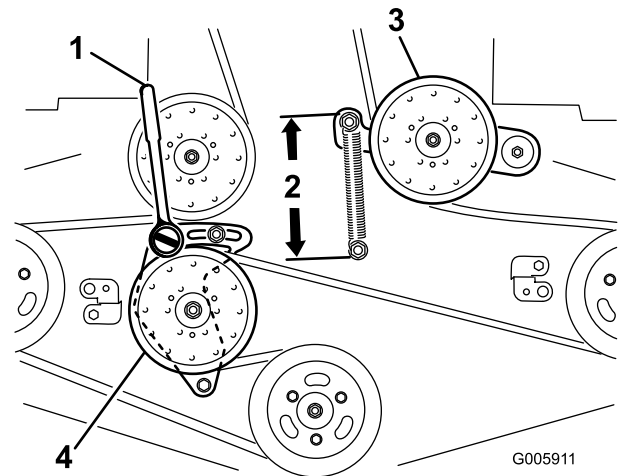

Bild 60
6. Lösen Sie den starren Spannarm und stellen Sie ihn ein, um die Riemenspannung zu lösen (Bild 60).
9. Setzen Sie eine Ratsche mit einem kurzen Griff oder ein Stemmeisen in das rechteckige Loch im fixierten Spannarm ein (Bild 60).
11. Drehen Sie zum Erhöhen der Riemenspannung die Ratsche oder das Stemmeisen nach links, um den starren Spannarm zu bewegen, bis Sie einen Abstand von 16,5 cm zwischen den Federhaken erhalten (Bild 60).